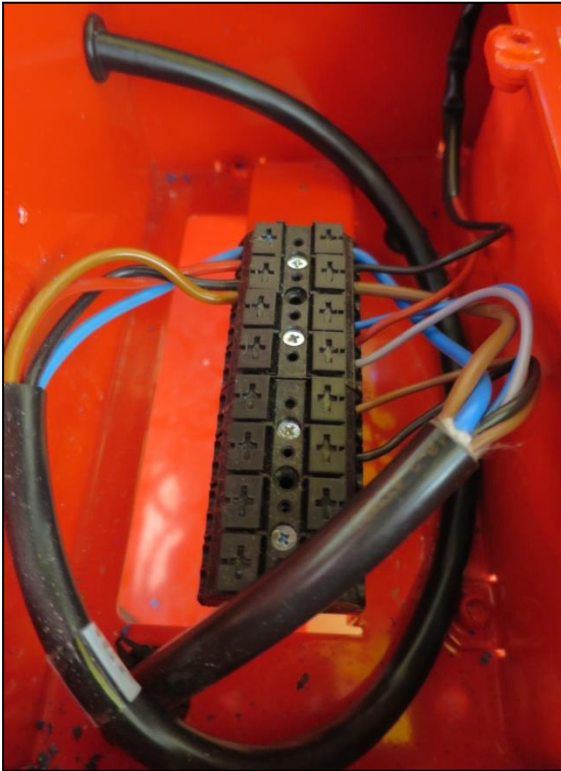
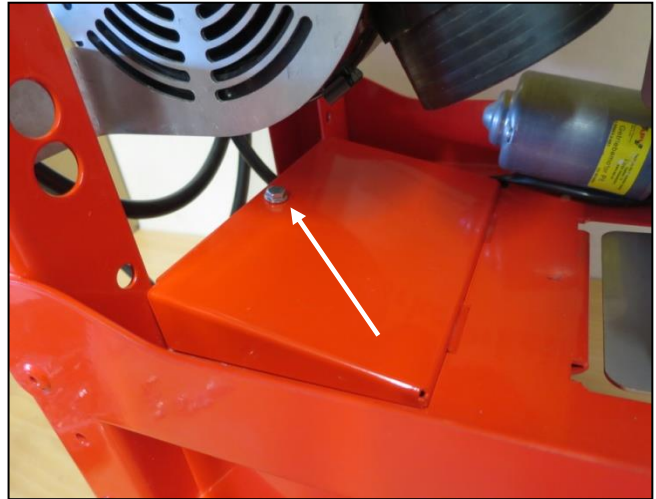

Abb.: 143
Abb.: 144
- Anschließend schließen Sie das Kabel an der linken Seite der Klemmleiste (Abb.: 143) laut Anschlussplan (siehe Seite 23, Abb.: 48) an. Nun schließen Sie den Deckel wieder mit der zuvor gelösten Sechskantschraube (Abb.: 144).